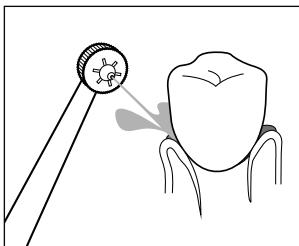
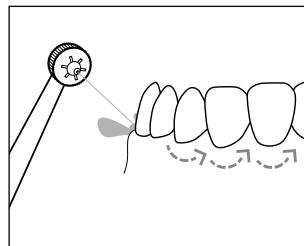

Fig. 8
Fig. 9
- Pentru a evita stropirea, porniți unitatea manuală **④** numai în gură.
- ◆ Porniți unitatea manuală **④** prin poziționarea comutatorului Pornit/Oprit **I/0** pentru jetul de apă **③** de pe unitatea manuală **④** pe **I**.
- ◆ Pentru curățare direcționați jetul de apă spre spațiile interdentare și marginile dinților. Țineți duza atașabilă **②** astfel încât jetul de apă să poată îndepărta resturile de mâncare de pe ginge (a se vedea fig. 8). Mișcați duza atașabilă **②** încet de-a lungul marginilor dinților, de la un spațiu interdental la următorul (a se vedea fig. 9). Curățați astfel toate părțile interioare și exterioare ale dinților.